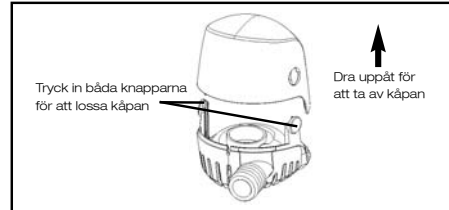

Fig. 2
- För att ta bort pumpinneslutningen: sätt handen över inneslutningen, tryck in låsknapparna och dra upp inneslutningen från bottensilen. Observera: motorn följer med inneslutningen. (se fig 2).
- Sätt tillbaka pumpinneslutningen på bottensilen. Tryck ner inneslutningen på bottensilen tills låsknapparna snäpper i läge i hålen i inneslutningen. (se fig 2).
- Ta av pumpinneslutningen från bottensilen. Ta bort skräp från kammare och impeller. Se till att impellern sitter fast ordentligt i axeln och inte är sprucken eller trasig (se fig 2).